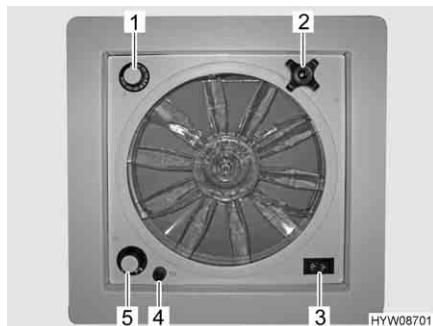

Fig. 74 Oblò con ventilatore
- ▷ Un fusibile da 4 A (Fig. 74,4) protegge da sovraccarico il motore del ventilatore. Se si verifica un sovraccarico: Per prima cosa individuare ed eliminare la causa (ad es. il ventilatore è sporco), poi sostituire il fusibile.
- Ruotare la maniglia girevole (Fig. 74,2), finché non si raggiunge l'angolo di apertura desiderato.
- Portare l'interruttore a levetta (Fig. 74,3) su "Aerazione" (flusso d'aria dall'esterno verso l'interno) o "Sfiato" (flusso d'aria dall'interno verso l'esterno).
- Portare l'interruttore a levetta (Fig. 74,3) sulla posizione centrale.
- Posizionare l'interruttore girevole (Fig. 74,5) sul grado desiderato:
- Ruotare il termostato (Fig. 74,1) fino alla battuta in direzione "blu".
- Ruotare il cappuccio nero (Fig. 74,4) di un quarto di giro in senso antiorario.